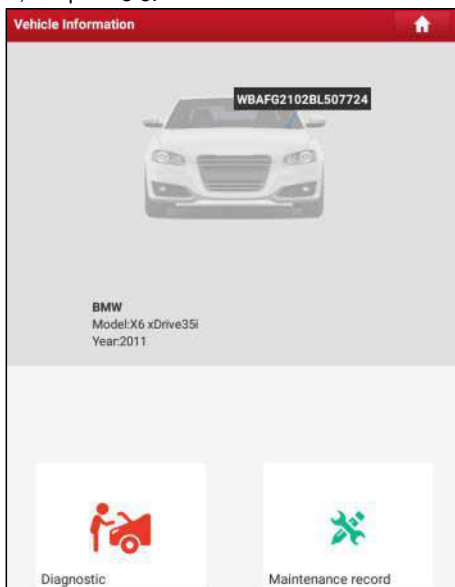

Рис. 5-5
А. Если VIN-номер обнаружен в базе данных удаленного сервера, отображается следующее окно, см. рис. 5-5:
- Если VIN-номер сканирован неверно, нажмите в поле с результатом сканирования для его корректировки и затем нажмите «ОК». Если VIN-номер имеется в базе данных удаленного сервера, система открывает информационное окно по автомобилю. См. рис. 5-5.